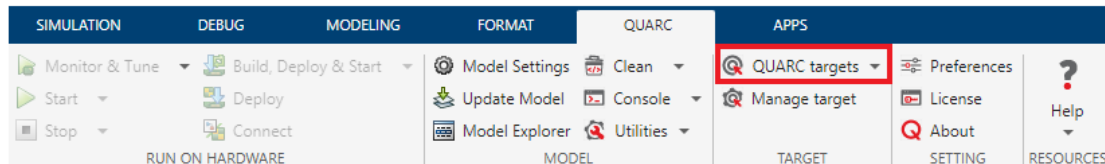

Figure 5: Quarc targets
- Dans la fonction **bar**, choisissez **QUARC** → **QUARC targets** → **quarc_win64.tlc** comme dans la Figure 5.